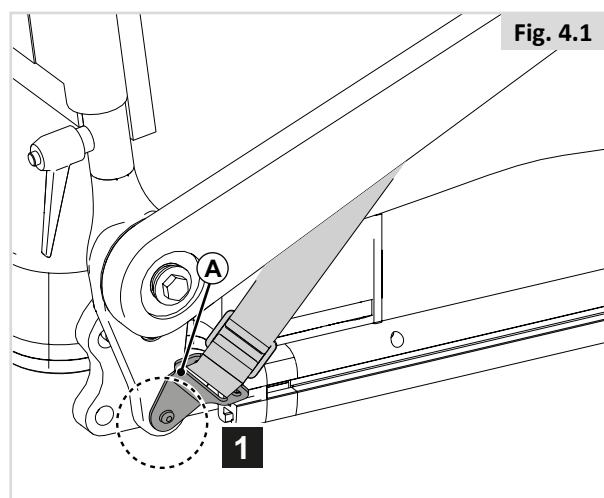

Fig. 4.1
1. Fastgør (A) til sæderammen med en skrue på hver side. (Fig. 4.1)